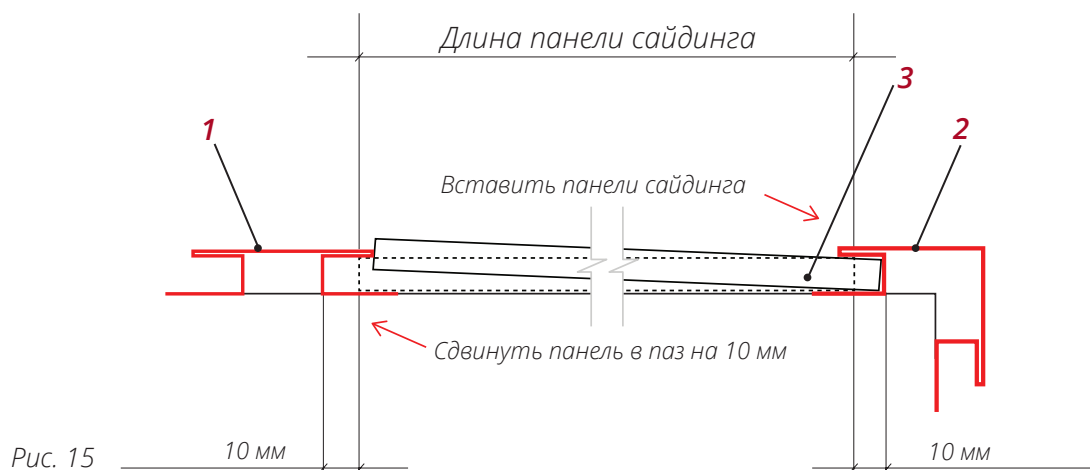

Рис. 15
Используя схему со сложными доборными элементами, подготовьте панели таким образом, чтобы, когда один край панели **3** заведен до упора в паз доборного элемента **2**, второй край можно было завести в паз доборного элемента **1** с другой стороны (рис. 15).
- Вставьте панель в пазы доборных элементов и выровняйте ее так, чтобы панель входила в пазы наполовину его глубины или на 10 мм (рис. 15).
- Зацепите нижний выступ панели за Начальную планку до упора (рис. 15).